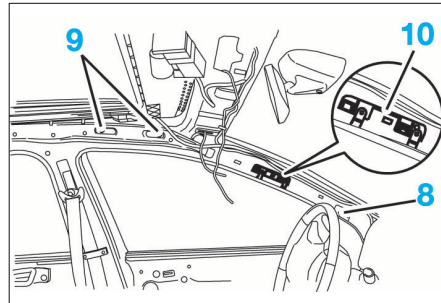

FIG. 14
- les fixations (8 - 9) (Fig.14).
- Déclipper la platine de maintien du ruban d'airbag (10).